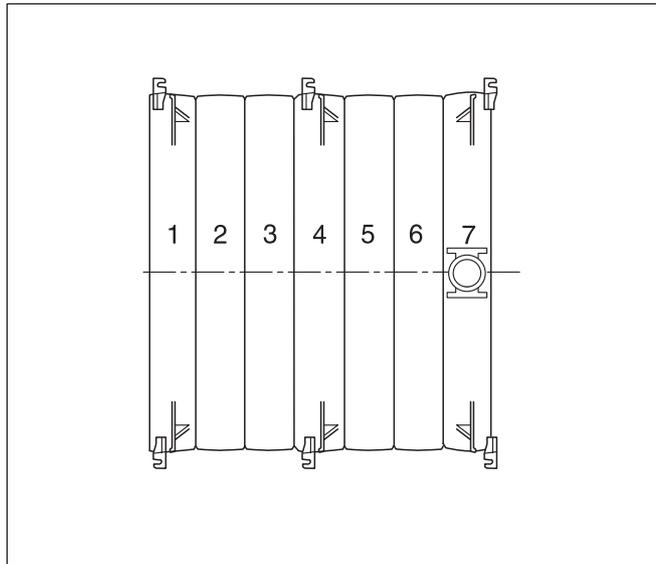
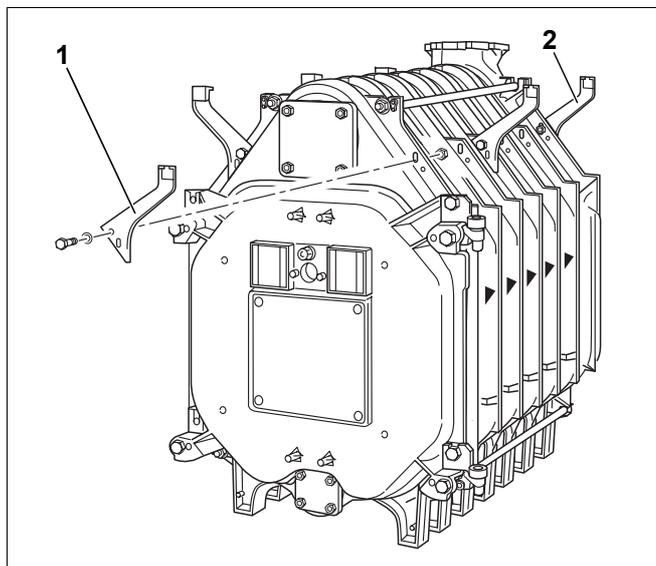

Bild 35 Draufsicht: Kesselblock (7 Kesselglieder) mit Konsolen
Bild 36 Konsolen montieren
- Konsolen für den Kesselmantel nach unten stehender Tabelle sowie nach Abbildung 35 und Abbildung 36 an den oberen Rippen der Kesselglieder links und rechts lose anschrauben.
- Verschrauben Sie die Konsolen am Hinterglied (Bild 36, **Pos. 2**) von hinten an die Rippen.
- Die Konsolen des Vordergliedes und der Mittelglieder (Bild 36, **Pos. 1**) verschrauben Sie ausschließlich von vorne.